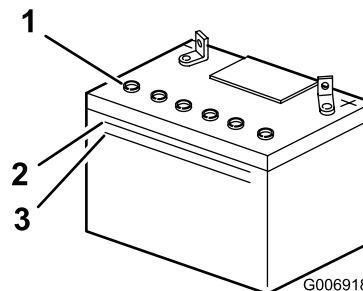

Figure 28
- Observez le côté de la batterie. Le niveau de l'électrolyte doit atteindre le trait supérieur (Figure 28).
Remarque: Le niveau d'électrolyte ne doit pas descendre au-dessous du trait inférieur (Figure 28).
- Enlevez les bouchons d'aération de la batterie (Figure 28)
- Versez de l'eau distillée avec précaution dans chaque élément jusqu'au repère supérieur (Figure 28) sur le côté de la batterie.
- Attendez 5 à 10 minutes après avoir rempli les éléments. Au besoin, ajoutez de l'eau distillée pour amener le niveau jusqu'au repère supérieur sur le côté de la batterie (Figure 28).